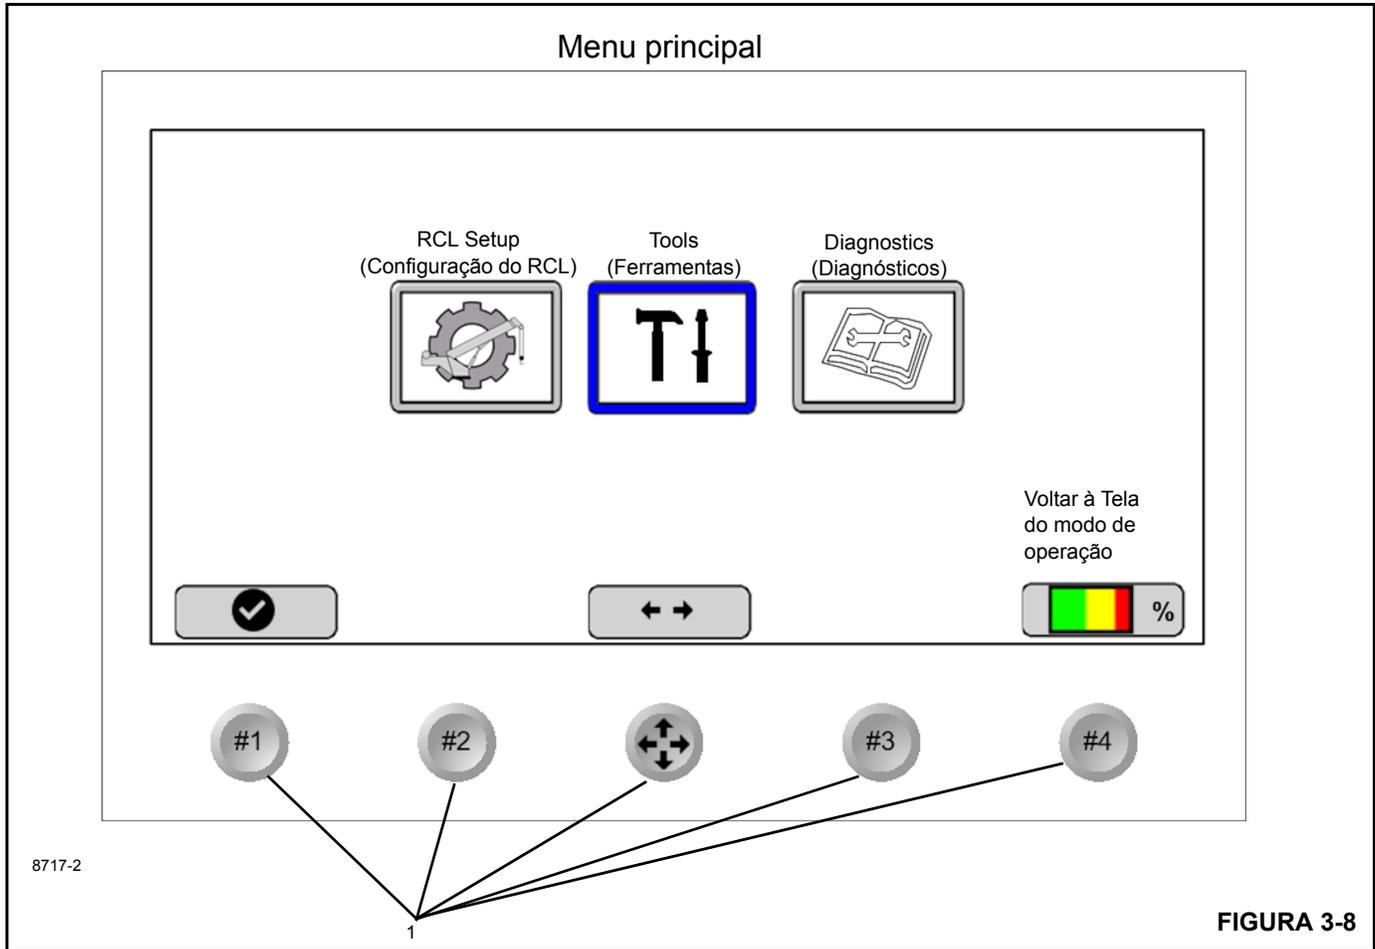

FIGURA 3-8
A tela do **Menu principal** (Figura 3-8) está dividida em três seções importantes usadas para configurar, operar, calibrar e detectar e solucionar problemas do sistema do RCL (Limitador de capacidade nominal).
- **Tools (Ferramentas):** destaque e selecione a tecla de função (Figura 3-8) para acessar a tela de ferra-
- **RCL Set-Up (Configuração do RCL):** destaque e pressione a tecla de função Selecionar (Figura 3-8) para configurar o sistema RCL. Essa tela inclui a configuração e a determinação dos limites operacionais da lança, dos estabilizadores, do guincho e da passagem de cabos pelo moitão. A tela de configuração do RCL inclui também a tela de modo operacional do RCL. Consulte a página 3-17.
- **Diagnostic (Diagnóstico):** destaque e pressione a tecla de função Seleccionar Nº 3 (Figura 3-8) para acessar o menu de diagnóstico do RCL; consulte a página 3-23. Este menu inclui:
A tela do **Menu principal** possui *teclas de função* (Figura 3-8) que são usadas para destacar e selecionar as funções indicadas na tela do mostrador.
NOTA: Na inicialização do RCL, a tela inicial da Manitowoc e a tela do logotipo da National Crane aparecem cada uma durante alguns segundos, antes de a tela Menu principal ser exibida (Figura 3-8).